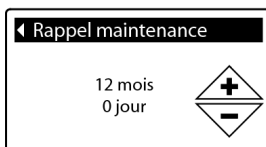

FIG.79
7. Appuyez sur SELECT (O) pour afficher l'écran Rappel de maintenance (Figure 79).